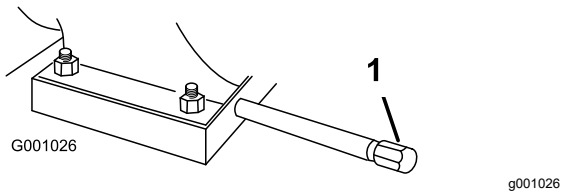

Figura 31
- Curăți zona din jurul buonului de scurgere a uleiului (Figura 31).